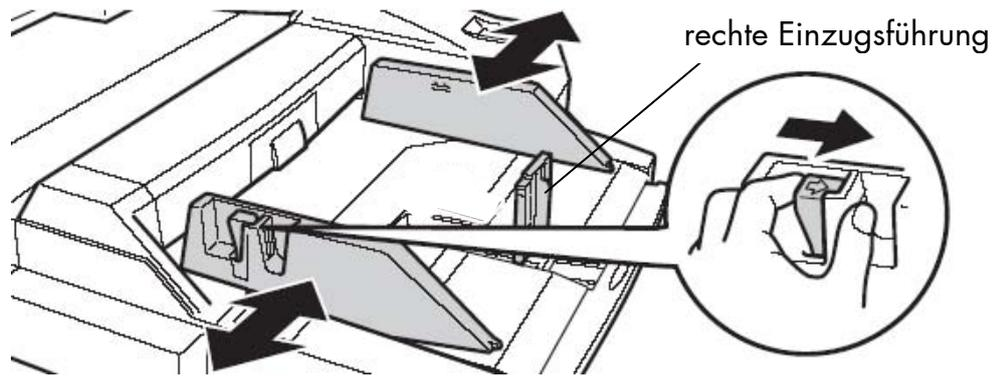

Abb. 3.2.5.b Papierführungen entriegeln und verstellen
5. Passen Sie die rechte Einzugsführung (vgl. Abb. 3.2.5.b) dem Papierformat an. Drücken Sie dafür den Hebel an der Einzugsführung, während Sie diese verschieben.